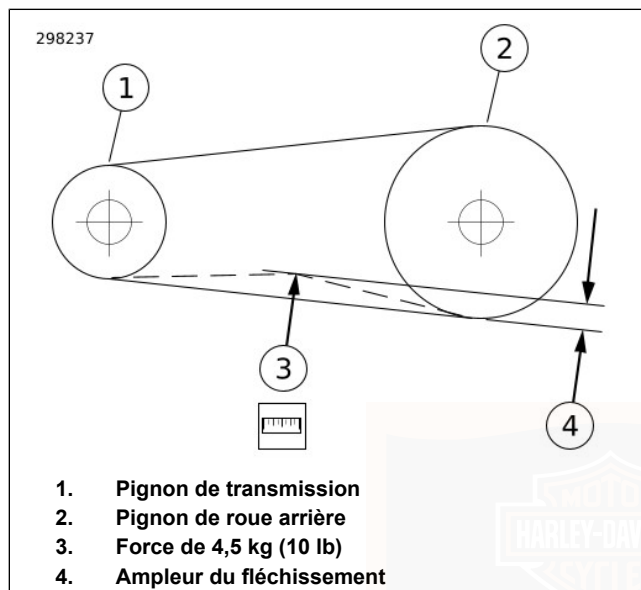

Figure 60. Vérification du fléchissement de la courroie
- b. **Tous les autres modèles** : voir Figure 60. Mesurer le fléchissement de la courroie (4) tout en immobilisant la jauge.